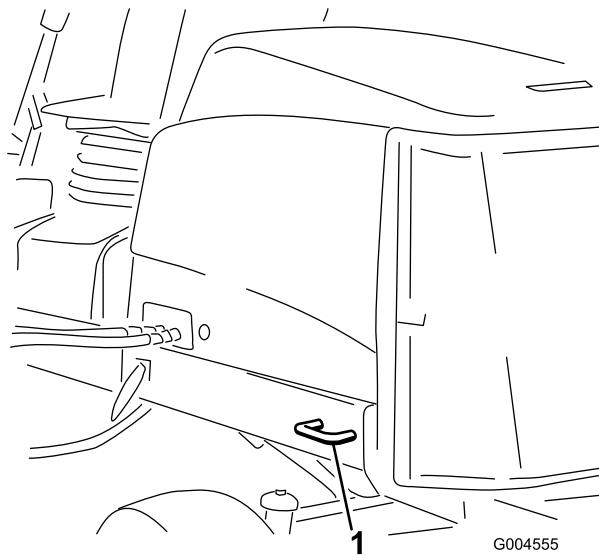

Figura 35
- Posteriori – ogni lato della macchina sul telaio posteriore (Figura 35)